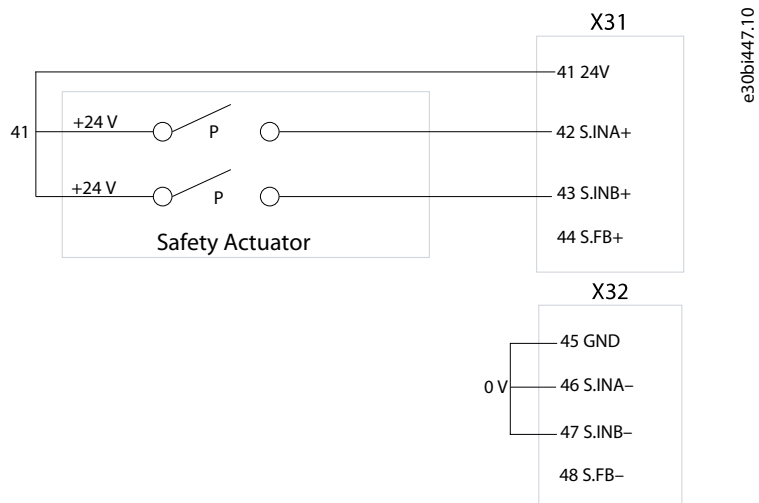
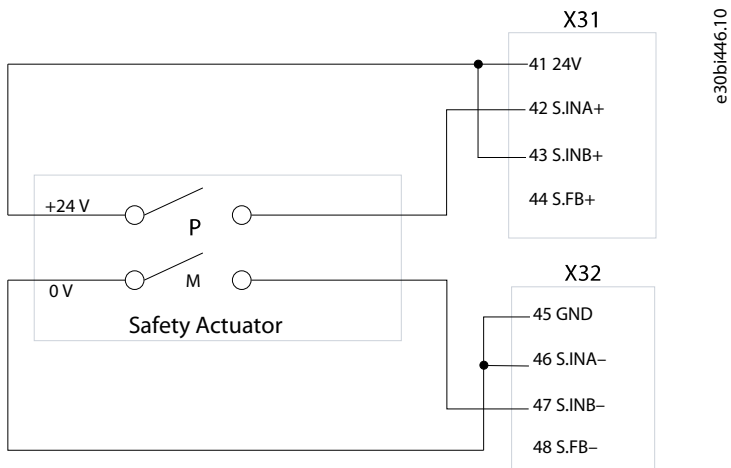

Ilustración 7: Ejemplo de conexión STO para utilizar las mismas polaridades (canal A y canal B = 24 V)
Ilustración 8: Ejemplo de conexión STO para el uso de diferentes polaridades
- Aislamiento galvánico de los terminales: Los bloques de terminales de E/S de seguridad funcional de la tarjeta de control (X31, X32) tienen entradas independientes aisladas galvánicamente para permitir, por ejemplo, el intercambio de las polaridades de los terminales de entrada de STO, como se muestra en Ilustración 7 y en Ilustración 8.
Debido al aislamiento galvánico de las entradas de STO, varias conexiones y diferentes polaridades son posibles en el cableado. Por ejemplo, conecte un actuador de seguridad a los terminales de entrada de STO y ajuste las referencias de tensión como se muestra en Ilustración 7 Ilustración 8. Se admiten configuraciones con el mismo nivel de tensión en ambos canales (+24 V), pero también configuraciones con diferentes niveles de tensión (+24 V y GND [conexión a tierra]).